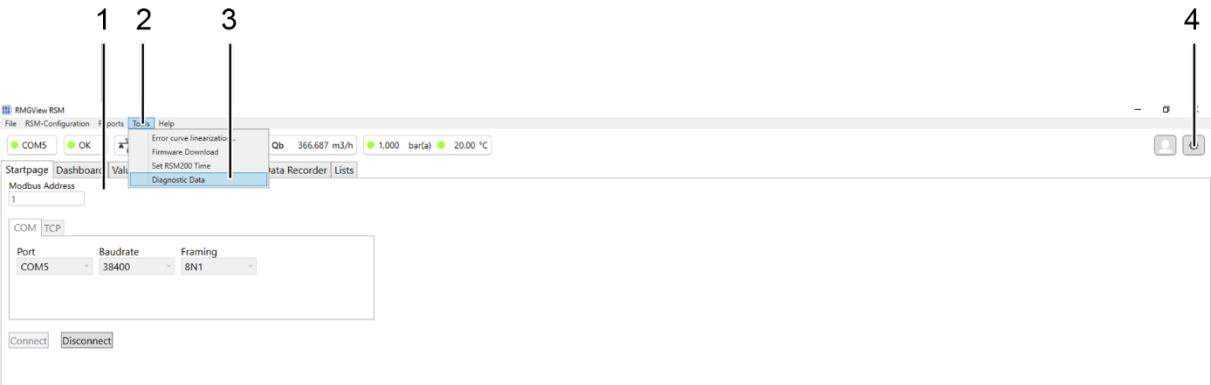
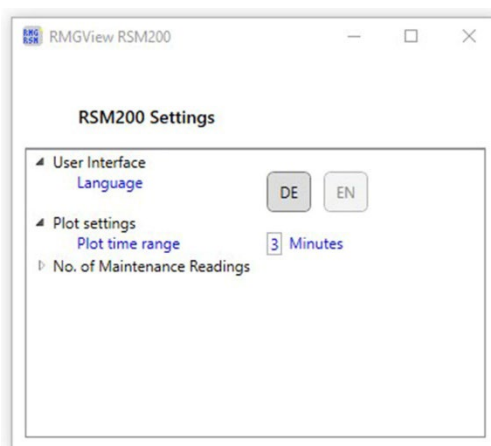

Figura 28: Schermata iniziale di RMGView^{RSM}
Figura 30: Finestra Settings
1. Aprire la schermata iniziale di RMGView^{RSM} (Figura 28, Pos.1) come descritto al paragrafo 6.5.1.
2. Selezionare la scheda **Tools** (Figura 28, Pos. 2). Si apre un menu di selezione.
3. Selezionare **Diagnostic Data** (Figura 28, Pos. 3), si apre la finestra corrispondente.
Il numero di record di manutenzione può essere modificato premendo il pulsante **Settings** (Figura 28, Pos. 4). Si aprirà la finestra corrispondente (cfr. Figura 30).